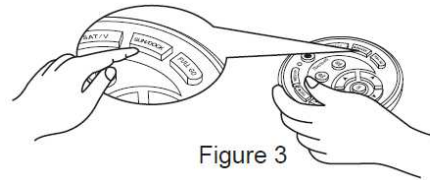

Figure 3
4. Drücken DOCKING auf der Fernbedienung, wenn Sie möchten das der Reiniger an der Docking Station aufgeladen wird. Der Reiniger wird die Station suchen und sich aufladen. (Siehe Abbildung 3)